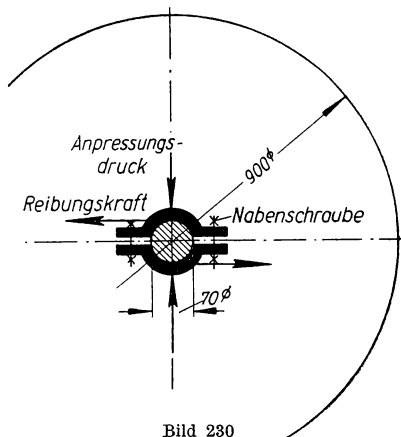

Bild 230
**355.** Eine Riemenscheibe von 900 mm Durchmesser überträgt 17 PS mit  $n = 210$  U/min auf eine Welle von 70 mm Durchmesser (Bild 230). Die beiden Nabenhälften der zweiteiligen Scheibe sollen durch die Verbindungsschrauben so auf die Welle gedrückt werden, daß die Reibung genügt, um das Drehmoment zu übertragen, ohne daß ein Nutenkeil zwischen Nabe und Welle notwendig wird. Zu berechnen ist